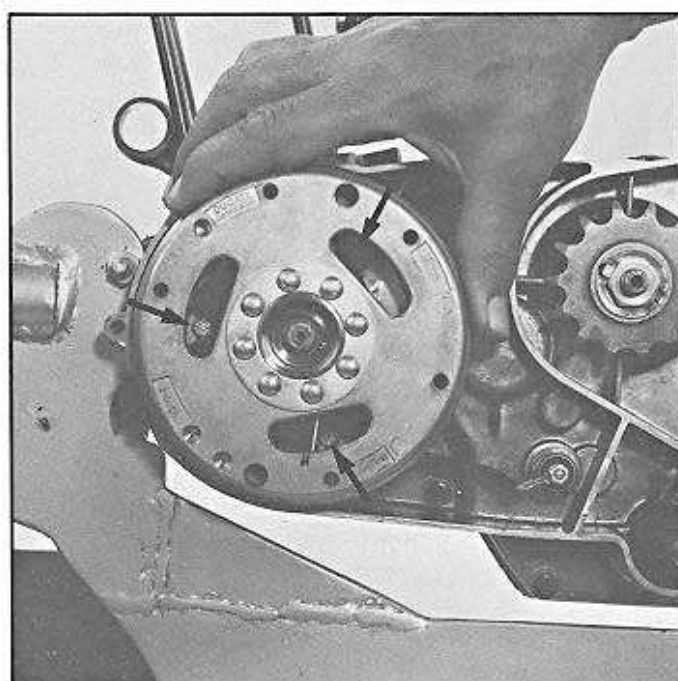

Fig. 31
- Si ces conditions ne sont pas remplies, tourner le stator (ensembles induits) sur ses boutonnières de réglage. Pour cela, desserrer les 3 vis à tête cylindrique de fixation (fig. 31).